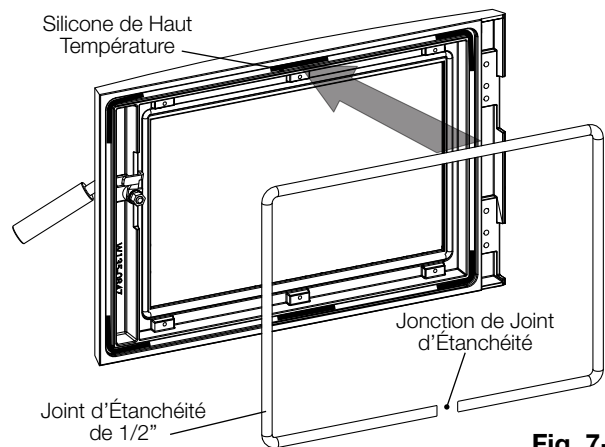

Fig. 7-4
- Appliquez le **silicone de haut température** (non fourni) dans la rainure de joint d'étanchéité comme illustré (**Fig. 7-4**).
- Coupez le joint d'étanchéité de 1/2" (fourni) à taille et le placez au dessus du silicone. Appuyez le joint d'étanchéité fermement pour assurer qu'il reste en place. Assurez-vous que le jonction du joint d'étanchéité face vers le bas comme illustré (**Fig. 7-4**).